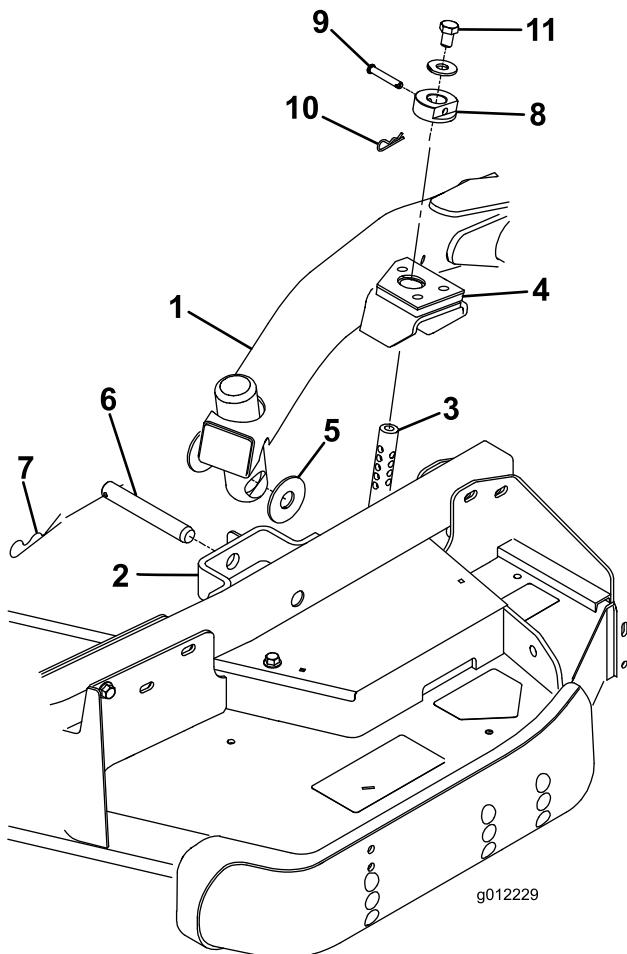

Bild 4
2. Stellen Sie den Hubhebel auf die Schweben-Stellung. Drücken Sie einen Hubarm nach unten, bis die Löcher im Hubarm mit den Löchern in der Laufradarmhalterung ausgerichtet sind, und die Schnitthöhenstange in die Hubarmpolster eingesetzt werden kann (Bild 4).
3. Befestigen Sie den Hubarm mit zwei Druckscheiben, einem Lastösenbolzen und einem Splint am Laufradarm. Legen Sie die Druckscheiben zwischen den Hubarm und die Halterung des Laufradarms (Bild 4). Setzen Sie das Ende des Splints in den Schlitz im Laufradarm ein, um den Splint zu arretieren.
7. Befestigen Sie die Schnitthöhenstellringe an den Schnitthöhenstangen und befestigen Sie sie mit den Lastösenbolzen und den Splints (Bild 4). Der Kopf des Lastösenbolzens sollte möglichst zur Mähwerk vorderseite zeigen.
- Setzen Sie oben auf jeder Schnithöhenstange eine Schraube (1/2 x 3/4") und eine Scheibe ein (Bild 4).